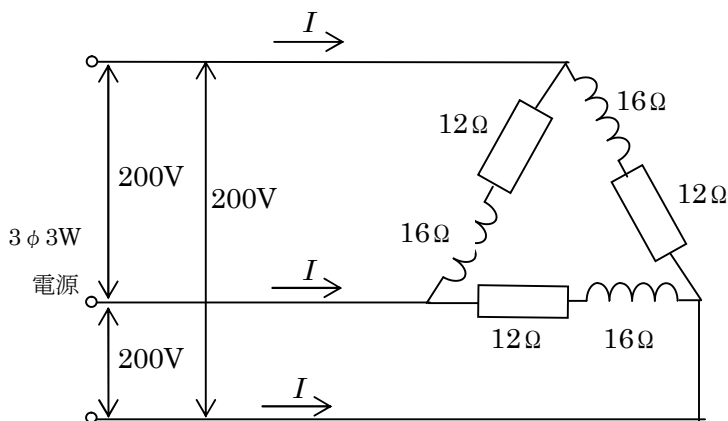

図 1 4 - 7 - 1
- ① 図 1 4 - 7 - 1 から 1 相の電流 I_s を計算し、 I_s と I の関係を計算する。